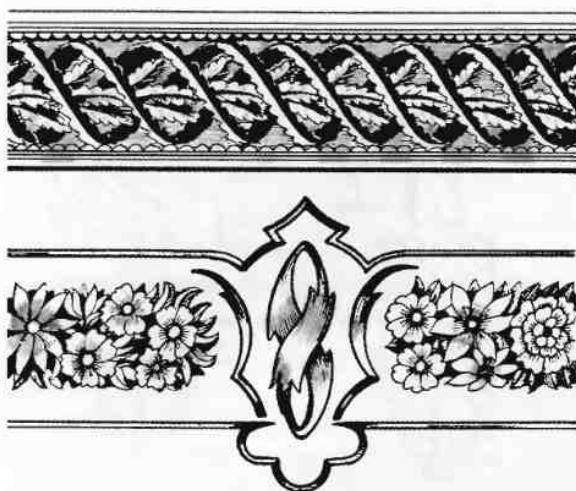

Рис. 570. Венок. Примеры выполнения в резьбе
**Венок** — круглый или прямолинейный растительный орнамент, иногда обвитый лентой, включающий фрукты, иные элементы (рис. 570).